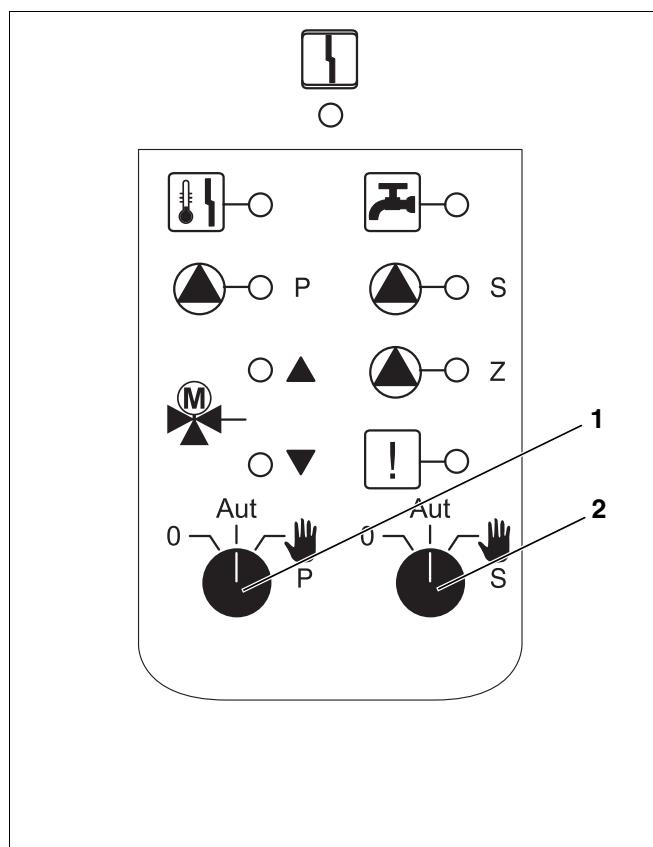

Рис. 5 Модуль FM 445
- Для первичного контура (рис. 5, поз.1) перевести переключатель
- Для вторичного контура (рис. 5, поз.2) перевести переключатель